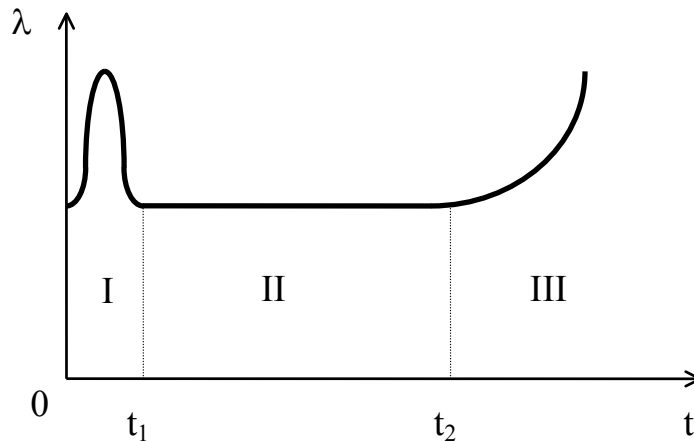

Рис. 1. Типичная зависимость интенсивности отказов систем от времени
В соответствии с выражениями (2) - (4), рассмотренная взаимосвязь носит достаточно сложный характер. Одной из причин является нелинейная временная зависимость интенсивности отказов, типичный вид которой отражает график, представленный на рис. 1.
Кривая интенсивности отказов имеет три характерных участка (см. рис. 1):
Наиболее важным с практической точки зрения является период стабильной работы системы II (см. рис. 1), в течение которого средняя интенсивность отказов фактически не изменяется:
Reliability Manager рассчитывает надежность систем только в период их работоспособности, т. е. когда интенсивность отказов компонента или системы почти постоянна (см. рис. 1).